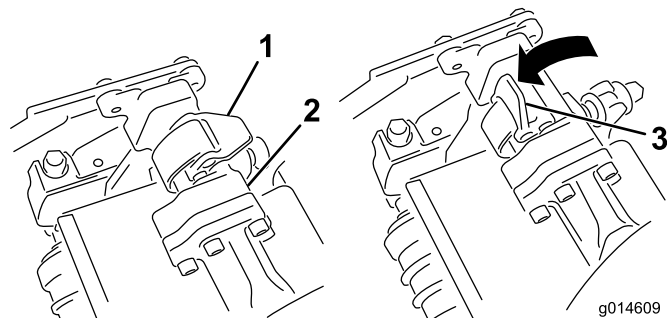
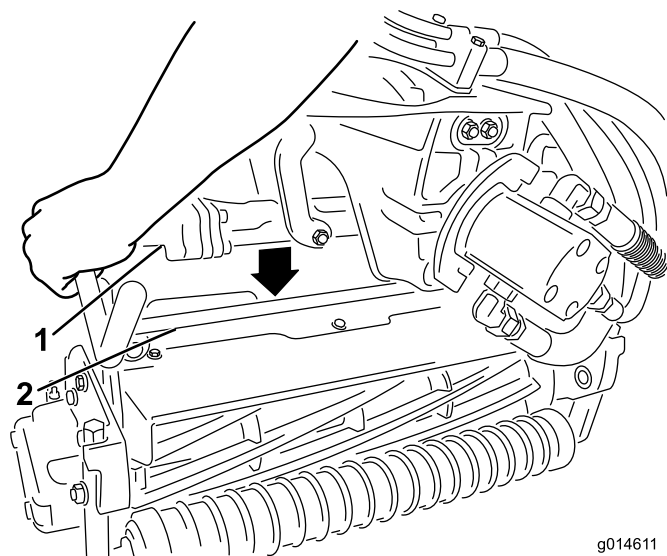

图12
图13
5. 当悬挂臂杆上的闩锁指向上方（即打开）时（图12），向下压悬挂臂，使悬挂臂杆与滚刀组上方的支架相契合（图13）。
6. 向下并绕着滚刀组横杆关闭闩锁，将它们锁定到位（图12）。